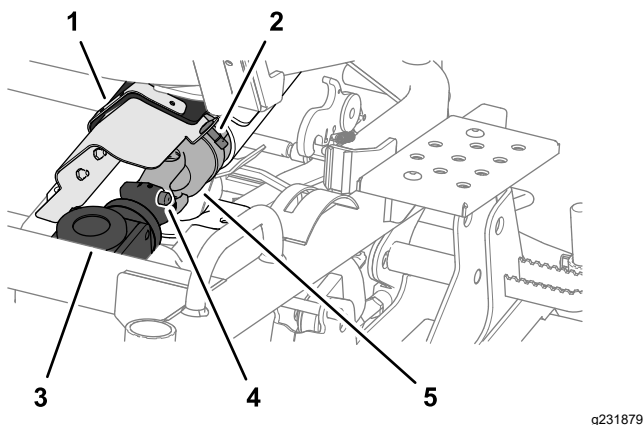

Figura 112
1. Gire la fijación de cuarto de giro y abra la cubierta de la articulación universal de la cubierta de la correa (Figura 112).
- Desconecte el extremo delantero del árbol de transmisión de la caja de engranajes de la carcasa de corte pulsando el pasador cargado con resorte y, a continuación, tirando del extremo del árbol de transmisión hacia atrás (Figura 112).
- Alinee las acanaladuras de la articulación universal del árbol de transmisión con las acanaladuras en el acoplamiento de la caja de engranajes; consulte la Figura 112 en Desconexión del árbol de transmisión de la caja de engranajes de la carcasa de corte (página 79).
- Pulse el pasador cargado con muelle y, a continuación, presione el extremo del árbol de transmisión hacia delante; consulte la Figura 112 en Desconexión del árbol de transmisión de la caja de engranajes de la carcasa de corte (página 79).
- Libere el pasador cargado con muelle y compruebe que la articulación universal del árbol de transmisión está bloqueada en la caja de engranajes de la carcasa de corte; consulte la Figura 112 en Desconexión del árbol de transmisión de la caja de engranajes de la carcasa de corte (página 79).
- Cierre la cubierta de la articulación universal y fíjela a la cubierta de la correa con la fijación de cuarto de giro; consulte la Figura 112 en Desconexión del árbol de transmisión de la caja de engranajes de la carcasa de corte (página 79).